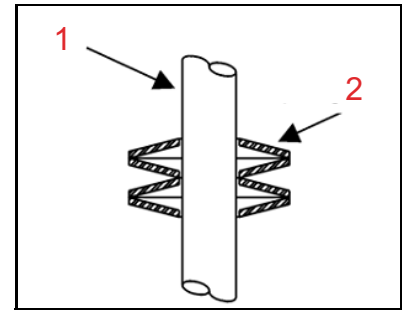

FIGURA 3-2. ALINEACIÓN DE LA ARANDELA ELÁSTICA
3. Fije la base ajustable a la pieza con ayuda de las cuatro arandelas elásticas y la tuerca (véase la Figura 3-2). Apriete la tuerca media vuelta con la llave de 3/4 provista.